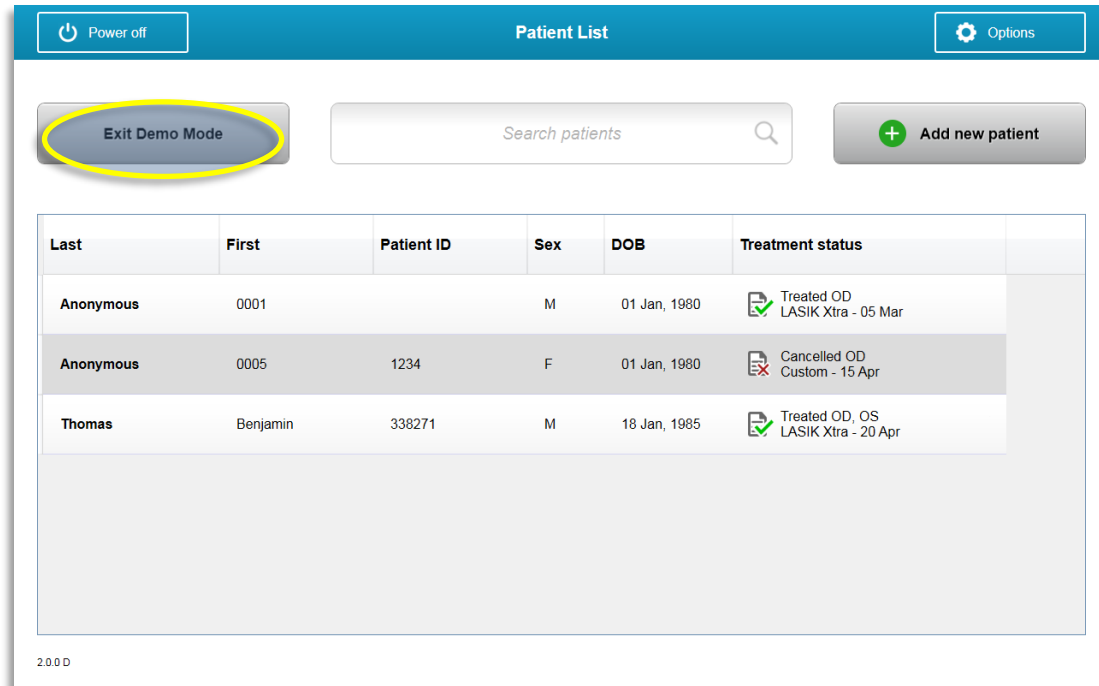
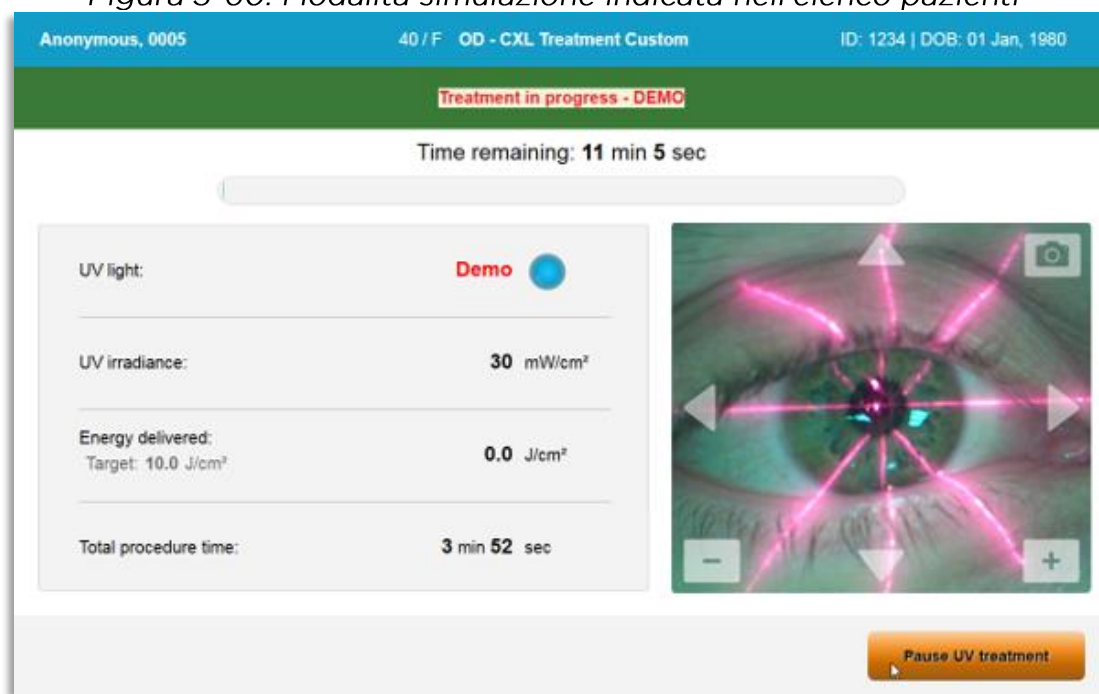

Figura 3-60. Modalità simulazione indicata nell'elenco pazienti
Figura 3-61. La modalità di simulazione è indicata nella parte superiore della schermata
- Le schermate del sistema KXL indicheranno che il sistema è attualmente in "Demo Mode" (Modalità simulazione) come mostrato nella Figura 3-60 e nella Figura 3-61.